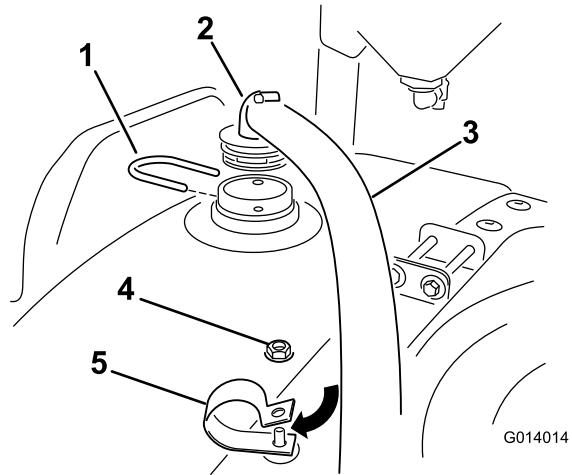

Figure 19
- À l'aide d'un étrier de retenue, fixez le côté du flexible muni du raccord à 90° dans la traversée préalablement installée (Figure 19).
- Vissez un contre-écrou sur le boulon du collier en R et serrez-le à la main à ce stade (Figure 19).